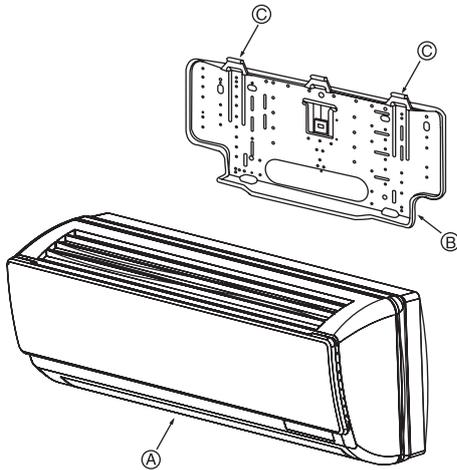

Fig. 3-8
3.3. Montage der Anlage (Fig. 3-8)
- ① Bringen Sie die Hängebefestigungen der Innenanlage sicher über den Schnepfern der Wandbefestigung an.
- ② Wenn die Verlegung der Rohrleitung abgeschlossen ist, die Innenanlage und die Wandbefestigung mit Schrauben sichern.